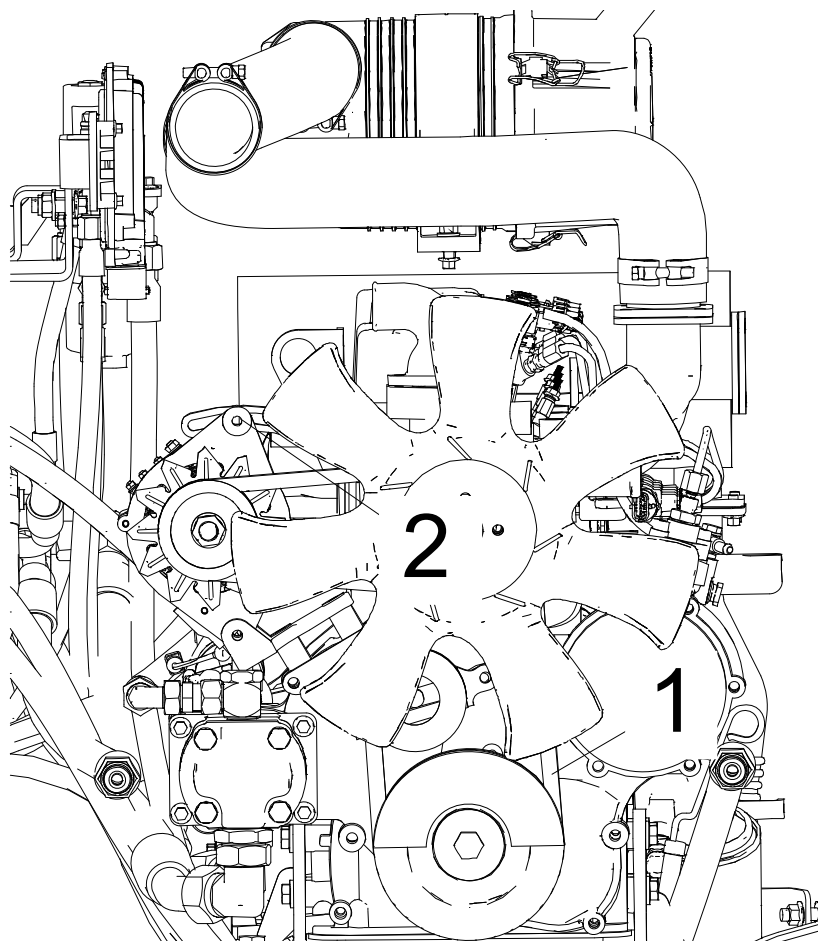

Рисунок 5-16: Установка V - образного ремня
- 1 Толкать V-образный ремень между осью колеса и генератором (подробности см. рисунок 5-16).